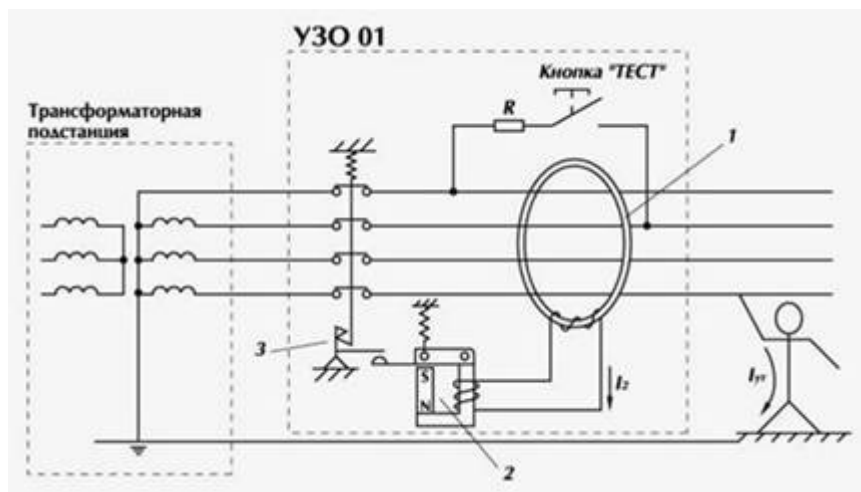

Рис.1. Принцип построения электромеханических УЗО.
Почему же в большинстве стран мира получили распространение именно электромеханические УЗО? Все очень просто – данный тип УЗО сработает в случае обнаружения тока утечки при любом уровне напряжения в сети т.к. как видно из Рис.1. сетевое напряжение никак не влияет на формирование тока I_2 , уровень которого и является определяющим при определении момента срабатывания магнитоэлектрического элемента (2). Если для Вас это не очевидно, то далее мы подробнее рассмотрим принцип формирования тока I_2 .
В принципе электронное УЗО строится по той же схеме, что и электромеханическое (Рис.1). Разница заключается в том, что место чувствительного магнитоэлектрического элемента занимает элемент сравнения (компаратор, стабилитрон). Для работоспособности такой схемы понадобится выпрямитель, небольшой фильтр,(возможно даже КРЕН). Т.к. трансформатор тока нулевой последовательности – понижающий (в десятки раз), то также необходима цепочка усиления сигнала, которая кроме полезного сигнала также будет усиливать помеху(или сигнал небаланса присутствующий при нулевом токе утечки). Из вышесказанного очевидно, что момент срабатывания реле, в данном типе УЗО, определяется не только током утечки, но и сетевым напряжением.